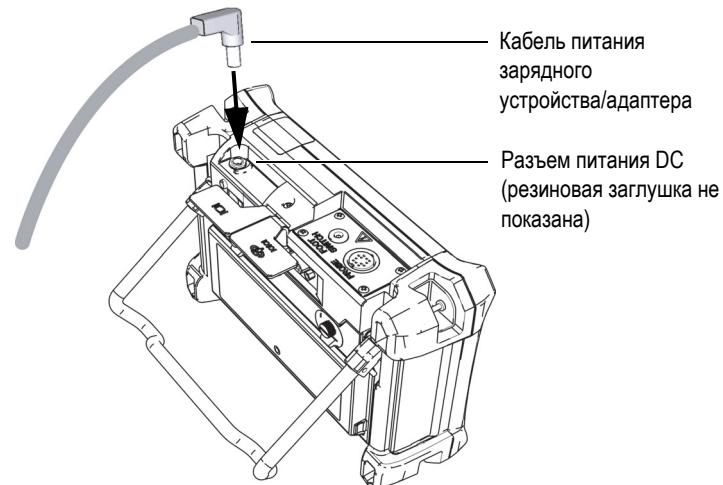

Рис. 1-9 Подключение к разъему электропитания
3. Подключите шнур питания постоянного тока через адаптер к разъему питания DC Magna-Mike 8600 (см. Рис. 1-9 на стр. 34).